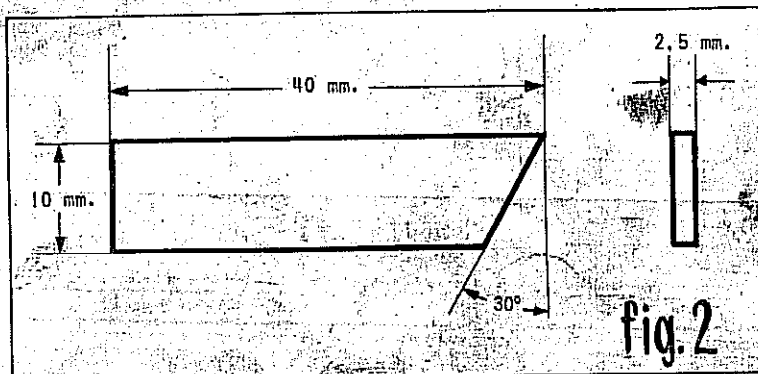

fig. 2
- 1) Con chapa de hierro de 2,5 mm de espesor, confeccionar dos planchuelas según fig. 2.